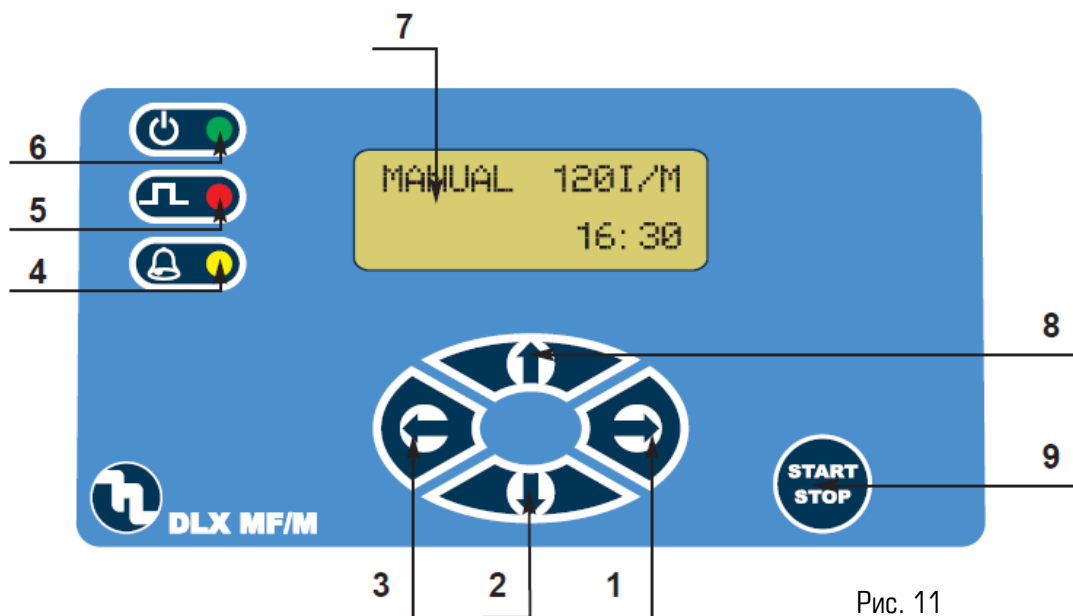

Рис. 11
#### 6.1. ОРГАНЫ УПРАВЛЕНИЯ НАСОСОМ (Рис.11)
- Следует отметить, что в ситуации, когда время между поступающими импульсами очень мало, может получиться, что число импульсов в памяти будет в 4 раза больше заданного числа "N" (4xN - переполнение буфера памяти). В этом случае, сработает звуковая (зуммер) и светодиодная сигнализация (желтый светодиодный индикатор (6) рис. 11), активизируется сервисное реле – насос прекратит дозирование.